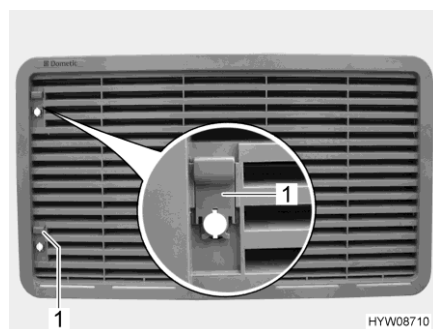

Bild 195 Kylskåpets ventilationsgaller
- Skjut upp spjället (Bild 195, 1).